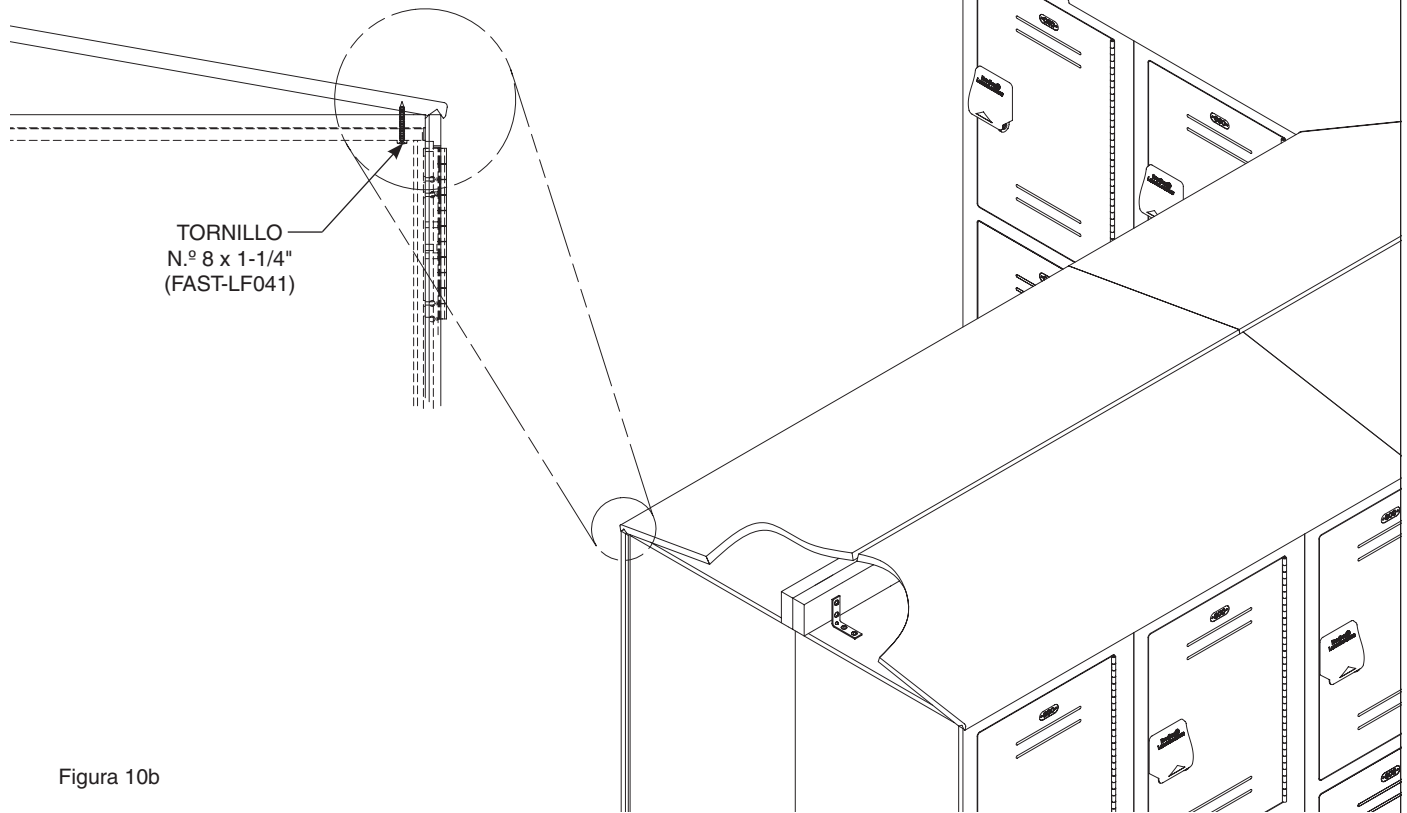

Figura 10b
5. Coloque la parte superior inclinada en la parte superior de los casilleros, como se muestra en la Figura 10b en la página 45, y encaje la ranura de la parte superior inclinada sobre el borde del casillero.
6. Sujete firmemente la parte superior inclinada en la parte superior del casillero y fíjela con los tornillos n.º 8 x 1-1/4" proporcionados (consulte la Figura 10b). No apriete en exceso los tornillos.